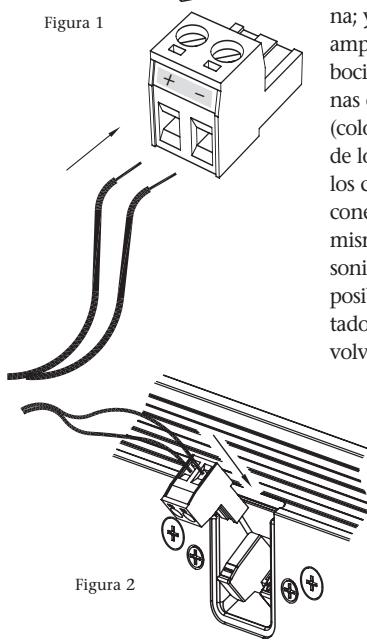

Figura 2
5. Inserte cuidadosamente el conector macho con el cable en el receptáculo hembra de la bocina. El conector puede fijarse de una sola manera con la orientación correcta de clavijas positivas y negativas. [Figura 2]